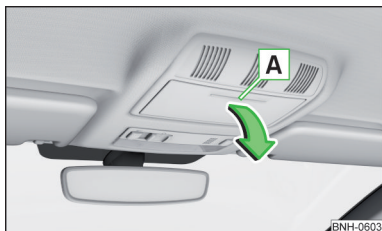

Fig. 76 Deschiderea compartimentului pentru ochelari
- Pentru **deschiderea** sa, apăsați pe capacul compartimentului pentru ochelari în zona **A**. Compartimentul se rabatează în sensul săgeții » fig. 76.